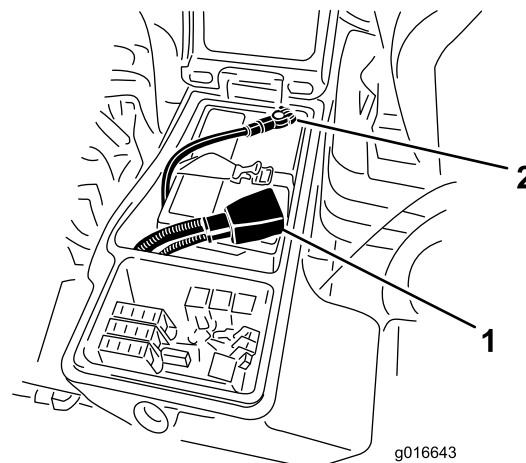

Figure 58
6. Raccordez le câble positif (rouge) de la batterie à la borne positive (+) et le câble négatif (noir) à la borne négative (-) (Figure 58).